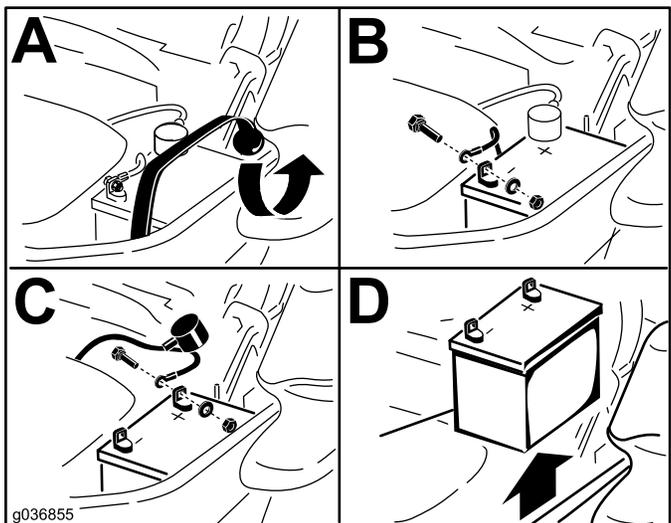

Figura 51
3. Îndepărtați bateria în modul indicat în Figura 51.
1. Amplasati bateria în compartimentul său cu clemele față în față cu rezervorul hidraulic (Figura 51).
4. Fixați cablurile cu 2 uruburi, 2 piulie și 2 contrapiulie (Figura 51).
6. Fixați bateria cu elementul de fixare din cauciuc (Figura 51).